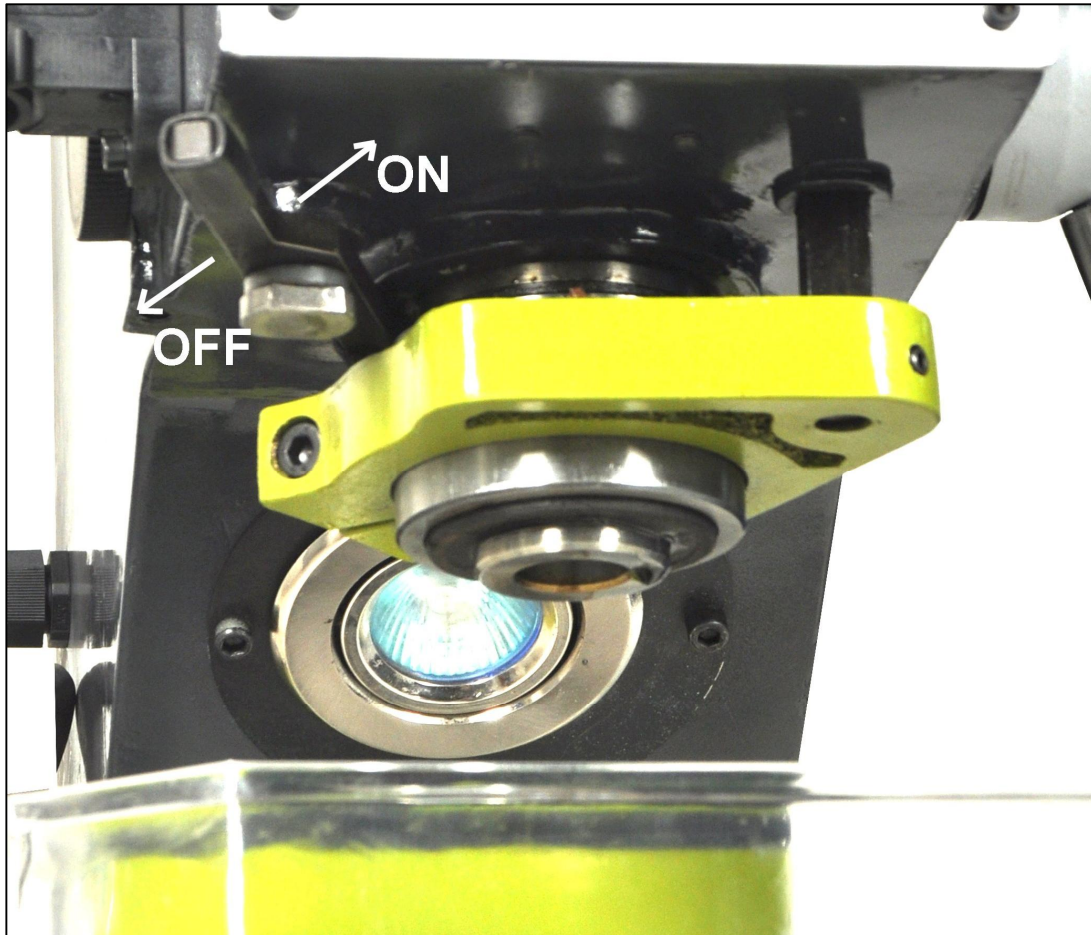

Fig.2
1. Træk i BORUDLØSERHÅNDTAGET som vist i fig. 2.